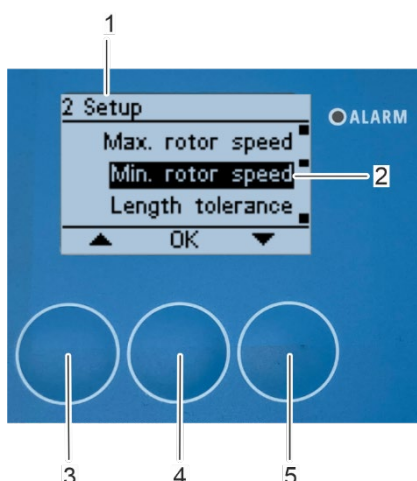

Figura 131: Abrir el submenú «Velocidad mínima del rotor»
⇒ Entonces volverá a aparecer en pantalla el submenú «2 Ajustes» (Figura 131/1).
1. Seleccione el submenú «Velocidad mínima del rotor» (Figura 131/2) mediante los botones de flecha [arriba] (Figura 131/3) y [abajo] (Figura 131/5) dentro del submenú «2 Ajustes».
2. Confirme la selección pulsando [Aceptar] (Figura 131/4).